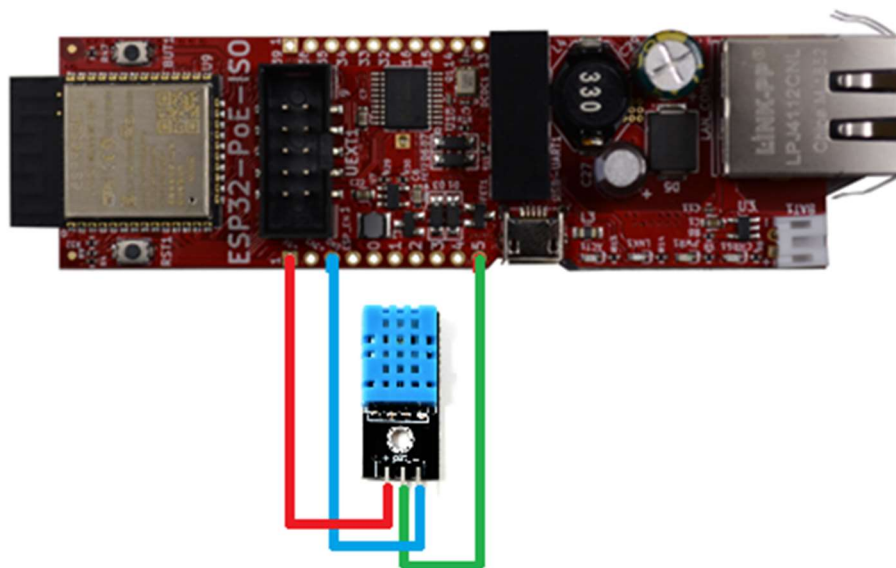

Figura 22 - Esquema de Ligações
3. Ligue o sensor seguindo o esquema de ligações da Figura 22.